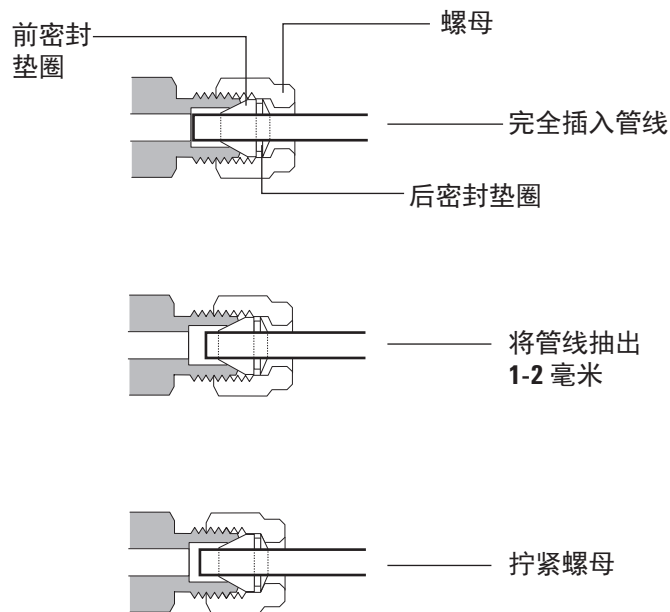

图 22. 插入管线
- 3 将管线完全推入接头中，然后将其抽出大约 1 至 2 毫米（请参阅图 22）。